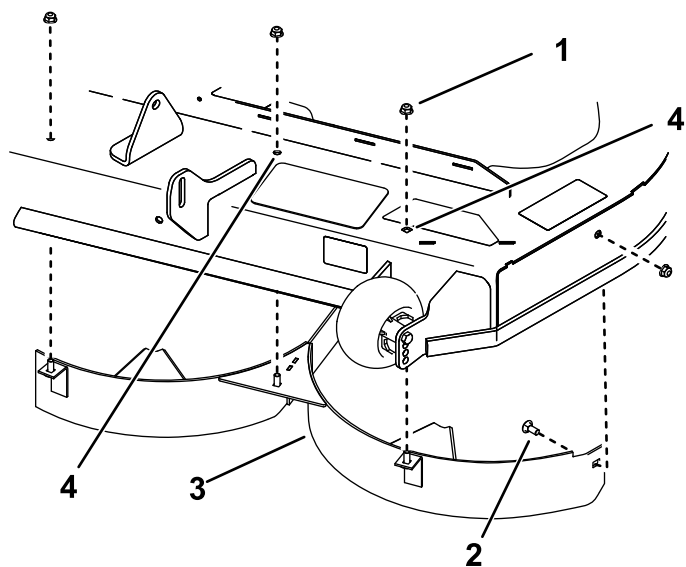

Figura 14
- **Para carcasas de 137 cm y 152 cm**, retire las fijaciones existentes de los taladros indicados en la Figura 14, e instale el deflector izquierdo usando 4 tuercas (5/16") y un perno de cuello cuadrado (5/16" x 3/4").